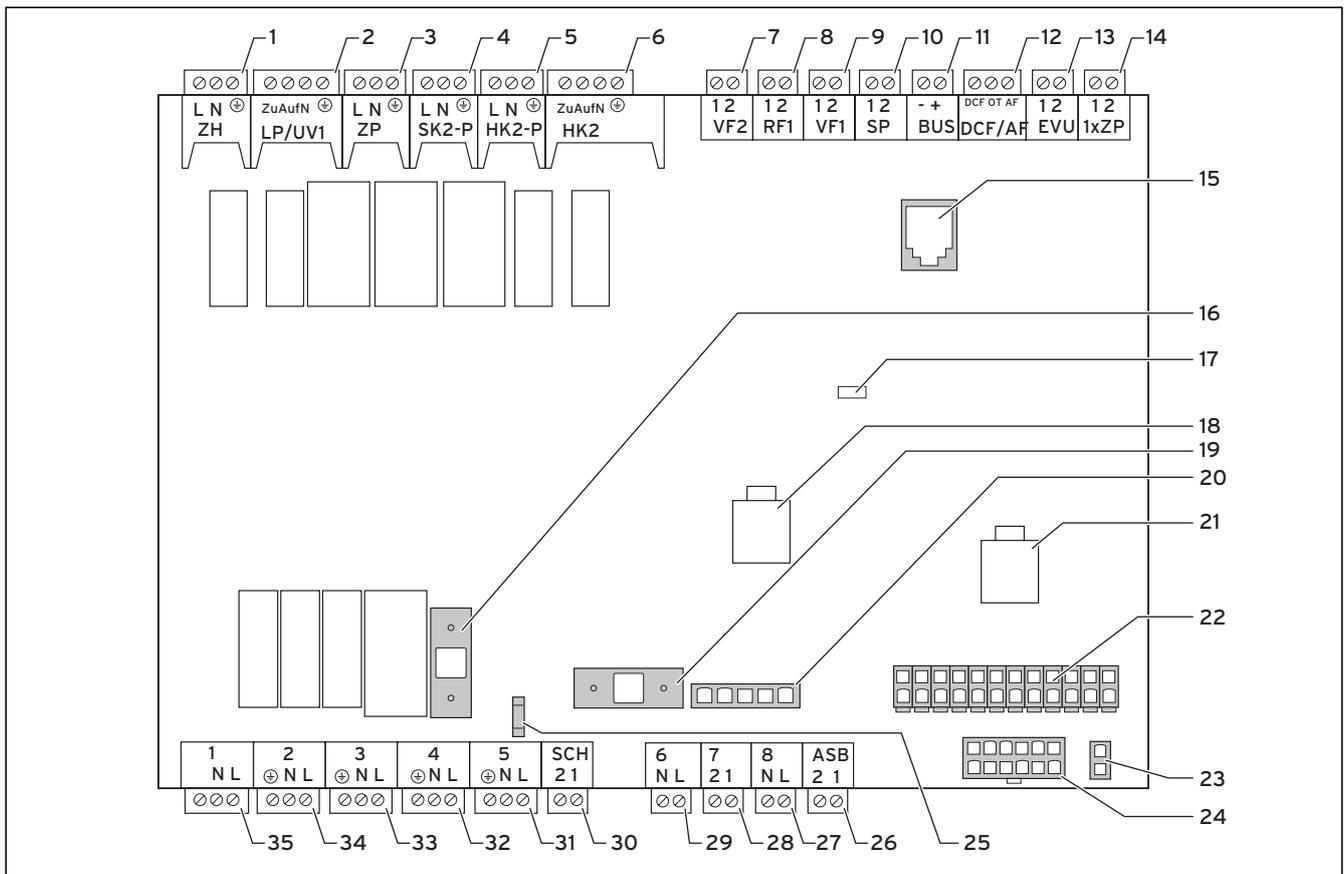

Abb. 7.12 Reglerplatine
- Schließen Sie die permanente Stromversorgung an die Netzeinspeisung Normaltarif an (2).
- Schließen Sie die Niedertarif-Stromversorgung an die Netzeinspeisung Niedertarif an (1).
- Schließen Sie den Kontakt des Rundsteuersignalempfängers an Klemme 13 „EVU“ (Energieversorgungsunternehmen) an (→ **Abb. 7.12, Pos. 13**).
Legende zu Abb. 7.12
- Installieren Sie die Standardfühler VR 10 entsprechend den Anforderungen des Hydraulikschema-Beispiels und schließen Sie sie an den jeweiligen Klemmen der Reglerplatine an (→ **Abb. 7.12**).